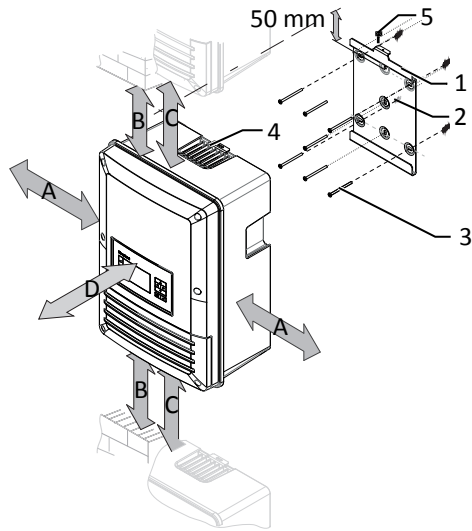

Fig. 7: Minimumsafstande ved vægmontering
- 3 Sæt den medfølgende skrue på holderens laske, og fastgør enheden for at sikre, at den ikke kan tages af ( [See figure 7] [▶ Page 42]).